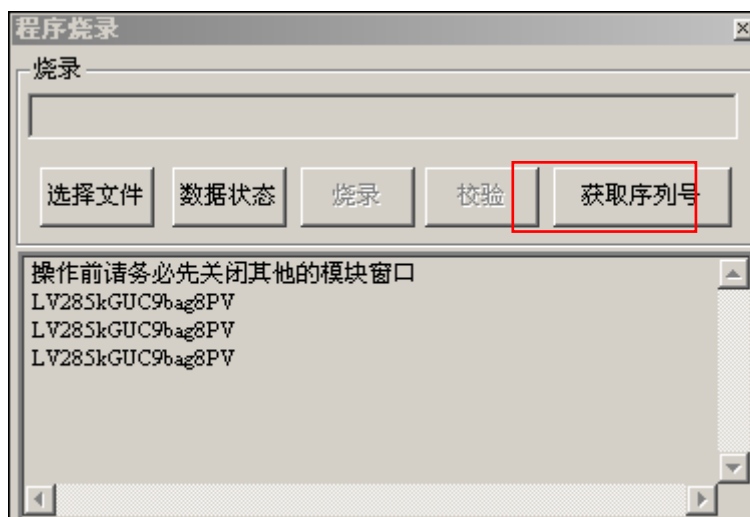

图 4-22 固件升级对话框
- (1) 在 MCT2008 软件主界面点击菜单“帮助”->“关于”，将会弹出 About 对话框，如图 4-22 所示。用户可以在该对话框内读取到所使用的软件版本、DSP 版本和 FPGA 版本；